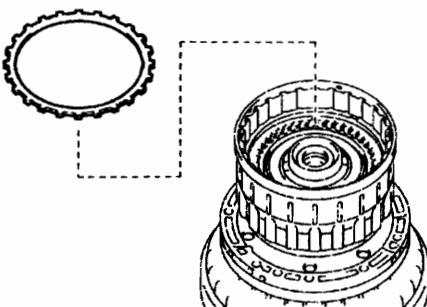
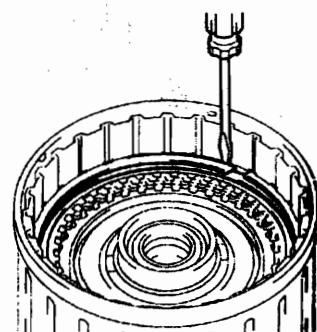
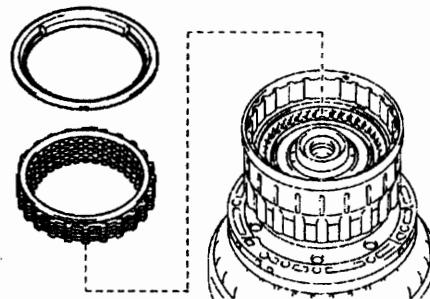

图 12-1-136
图 12-1-137
图 12-1-151
- (17) 如图 12-1-136 所示, 从离合器鼓总成上拆下倒挡离合器法兰。
- (18) 拆下直接挡离合器盘。
- ①如图 12-1-137 所示, 用螺丝刀从离合器鼓总成上折下两个孔卡环。
②如图 12-1-137 所示, 用螺丝刀将 2 个孔卡环安装到离合器鼓分总成上。
(7) 如图 12-1-136 所示，将倒挡离合器法兰安装到离合器鼓分总成上。
(8) 安装倒挡离合器反冲套筒。
①如图 12-1-151 所示，将倒挡离合器反冲套筒、离合器缓冲片、倒挡离合器法兰、5个倒挡离合器盘和4个离合器片安装到倒挡离合器毂上。
②如图 12-1-151 所示，从倒挡离合器毂分总成上拆卸倒挡离合器反冲套筒、离合器缓冲片、倒挡离合器法